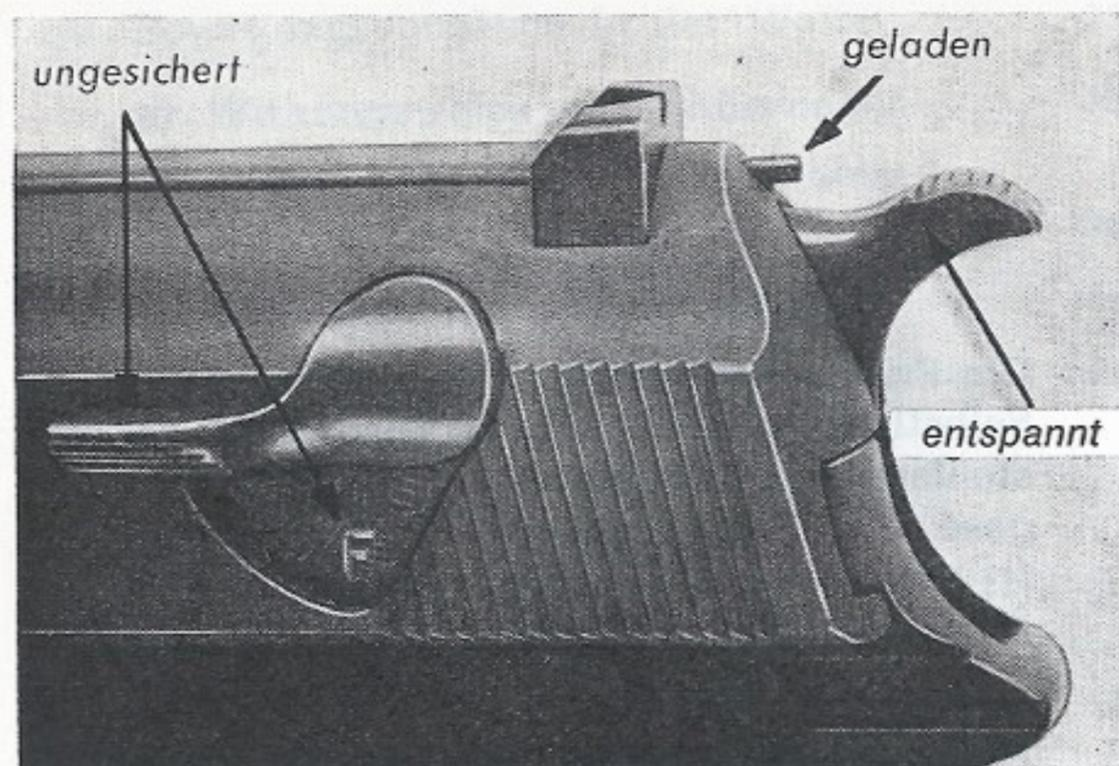

Bild 1
4. Geladene Pistolen sind an dem über dem Schlaghebel aus dem Verschlußstück herausgetretenen Signalstift erkennbar. Dieser Stift ist, wenn sich eine Patrone im Rohr befindet, leicht zu sehen und zu fühlen (Bild 1).
5. An der Stellung der Sicherung und dem sichtbaren Buchstaben „S“ = „gesichert“ und „F“ = „feuerbereit“ (Bild 1) ist der jeweilige Zustand der Waffe erkennbar.
Der Signalstift (B 3) zeigt durch Heraustreten aus dem Verschußstück an, daß sich eine Patrone im Rohr befindet (Bild 1).